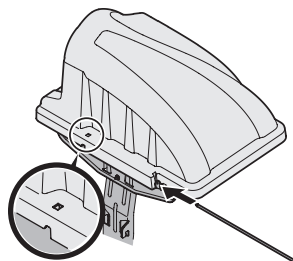
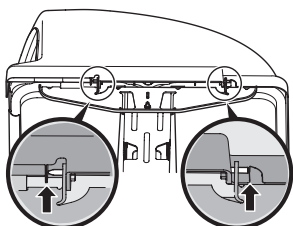

Figura 13
Figura 14
- Deslice el pasador de bisagra en el orificio ubicado en la lengüeta de montaje, como se indica en la Figura 13. Use la ventana recortada (recuadro) para alinear el pasador de bisagra del otro lado y oprímalo a fondo hasta que llegue al tope. En este punto el pasador calza en su posición y queda asegurado por una lengüeta en la cubierta de la embolsadora. Vea los insertos en la Figura 14.